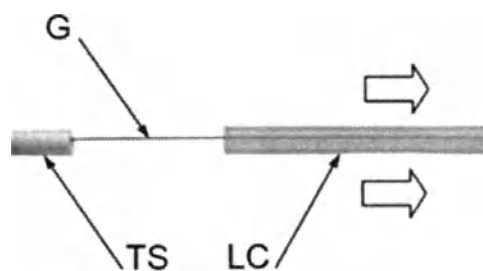
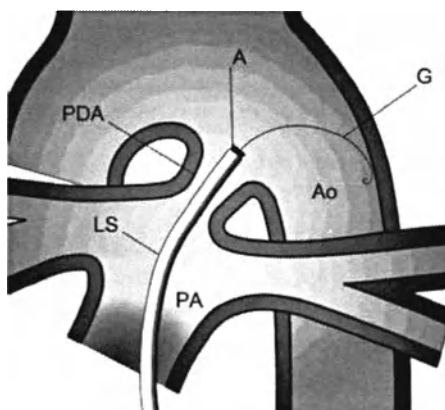

Рис. 14
Рис. 15
- Извлеките загрузочный катетер (LC) из системы. Рис. 14
- Соедините транспортирующий капилляр (TS) с длинной трубкой (LS).
- Продвигайте вперед толкатель (P) до тех пор, пока изделие не достигнет конца длинной трубки имплантата (IS). Рис. 15.